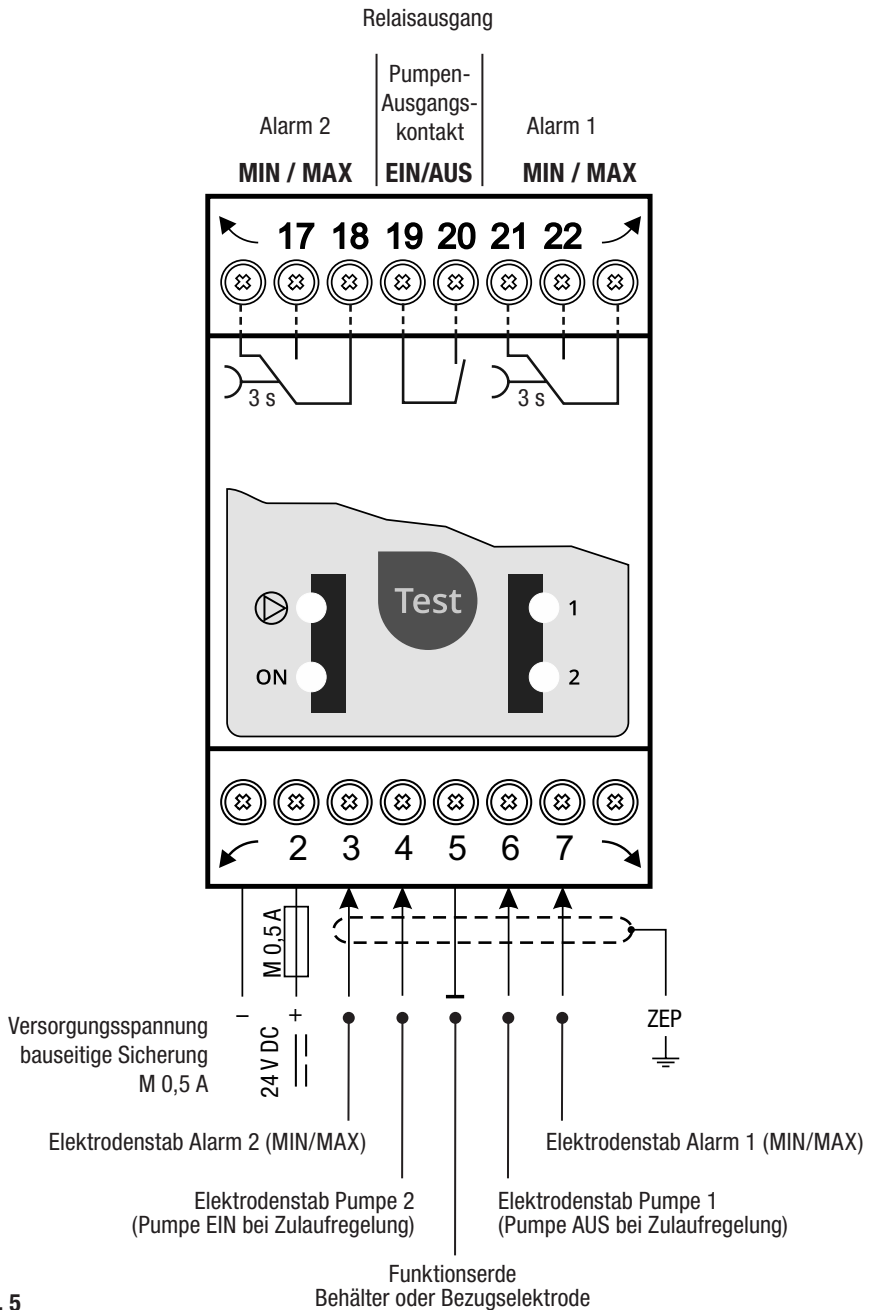

Fig. 5
- Schließen Sie den Niveauschalter und alle zugehörigen Komponenten gemäß dem Anschlussplan **Fig. 5** in dieser Anleitung an.
- Schließen Sie die Ausgänge gemäß den Anschlussplänen Fig. 5 an.